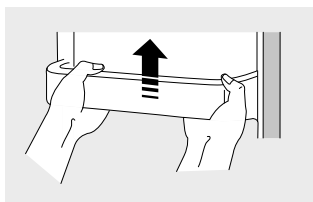

Figura 71
- **Colocar:** coloque el compartimiento primero y la guía después. (Figura 71)